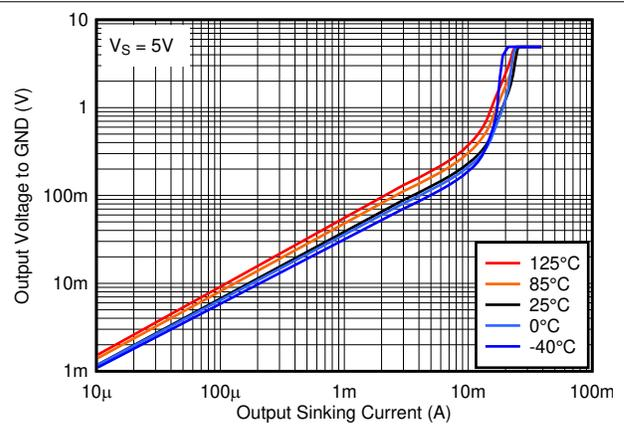

图 5-20. 5V 下输出低电平电压与输出灌电流之间的关系
- R_{CE} 可通过以下方式确定，即在所需温度下 图 5-20 获得线性区域的斜率或者将 V_{OL} 除以 I_{out}